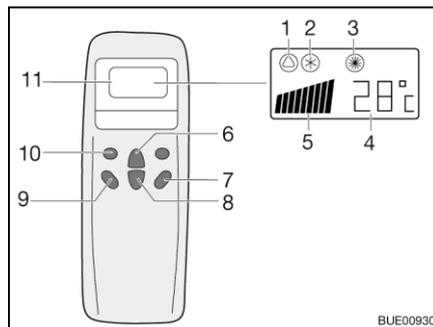
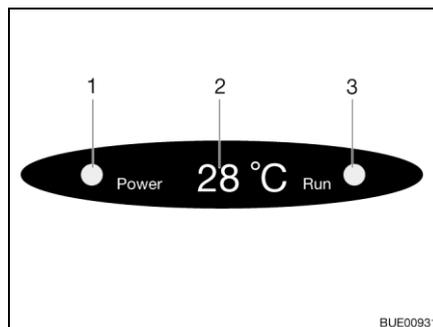

Fig. 168 Mando a distancia
Fig. 169 Indicación en el difusor
- Pulsar la tecla "ON/OFF" (Fig. 168,7).
- Pulsar la tecla "Mode" (Fig. 168,10) las veces que sean necesarias hasta que se visualice el modo de funcionamiento deseado (Fig. 168,1, 2 ó 3) en el display. La luz de control correspondiente en la indicación del difusor (Fig. 169,3) estará encendida.
- Ajustar la temperatura deseada con las teclas Aumentar temperatura (Fig. 168,6) o Reducir temperatura (Fig. 168,8).
- Seleccionar la etapa deseada del ventilador con la tecla Velocidad del ventilador (Fig. 168,9).